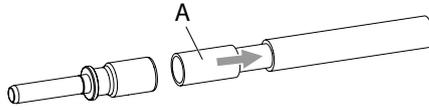

Abb. 4:
1. Die Reduzierhülse (A) in **Abb. 4** auf die abisolierte Kabellitze aufschieben und die Kabellitze zusammen mit der Reduzierhülse in den Anschlussbereich des Kontakts einschieben.